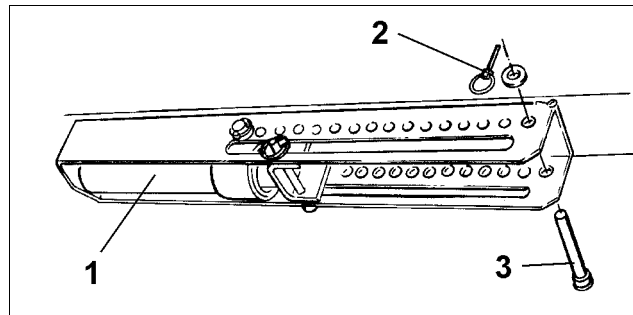

Fig. 63
- Hydraulikcylinderen (Fig. 63/1) gøres trykløs
- Boltene (Fig. 63/3) sættes i et hul i hulskinnen og sikres derefter med en ringsplit (Fig. 63/2).